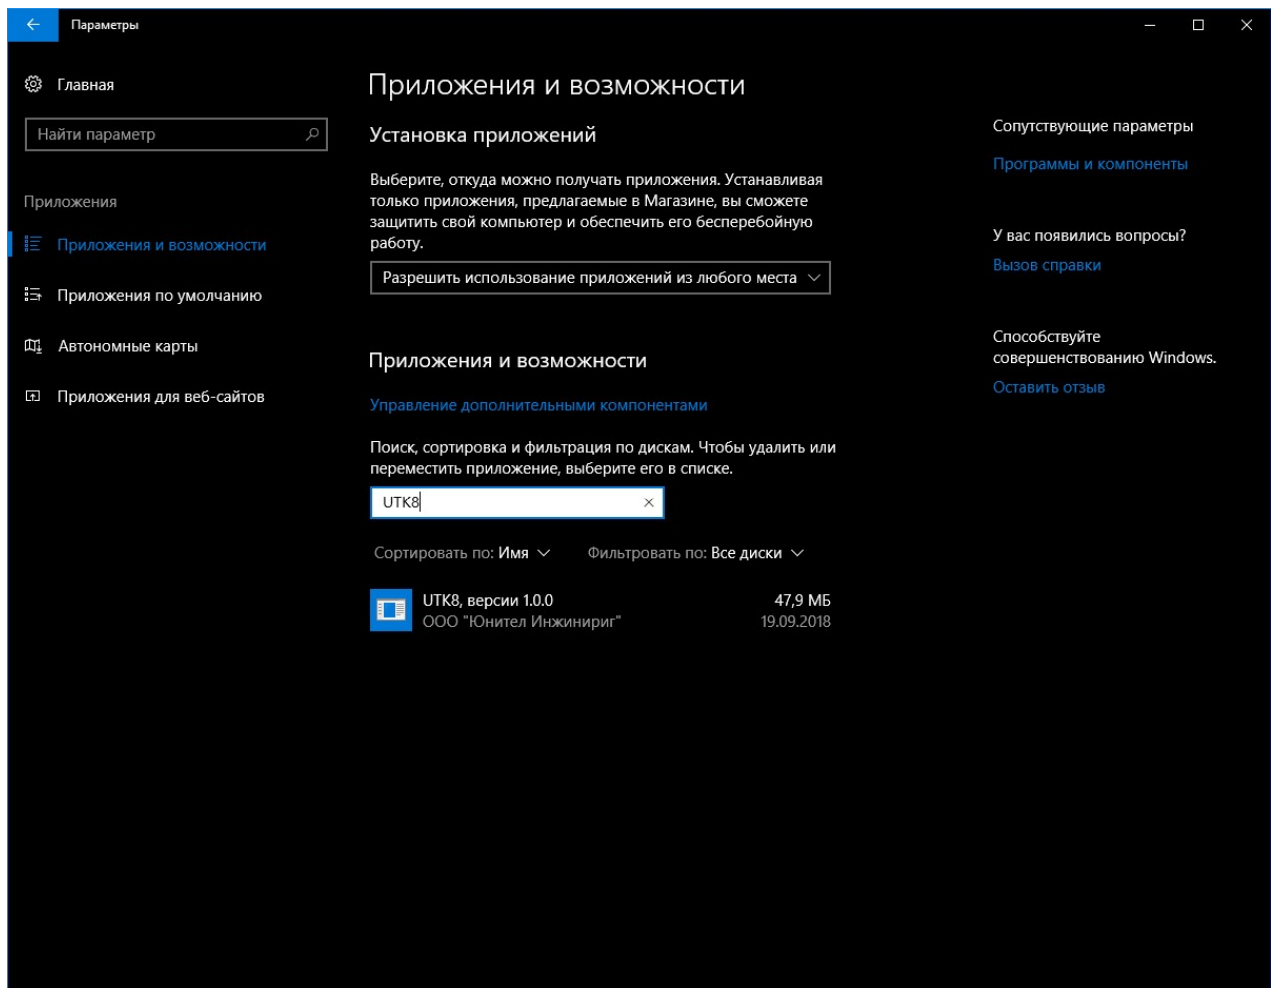

Рис. 6.9
2. Выберите пункт **Приложения** в меню **Параметры**. Затем введите UTK8 в строку поиска (Рис. 6.9).